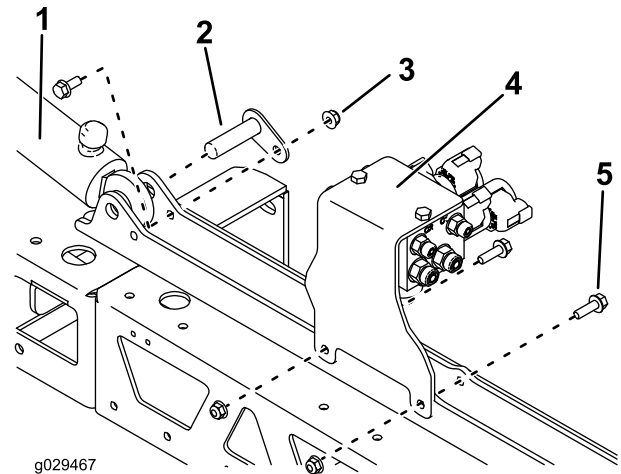

Figure 14
- Montez les vérins hydrauliques et les supports de vanne à l'aide des fixations d'origine (Figure 14).